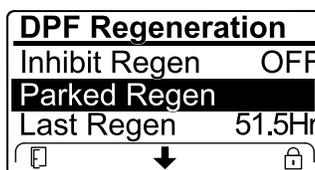

Figura 52
- Se il computer del motore richiede una rigenerazione di recupero, oppure sta eseguendo una rigenerazione di recupero, e voi scorrete il menu verso il basso fino all'opzione PARKED REGEN, la rigenerazione parcheggiata viene bloccata e l'icona di blocco (Figura 52) compare nell'angolo in basso a destra dell'InfoCenter.